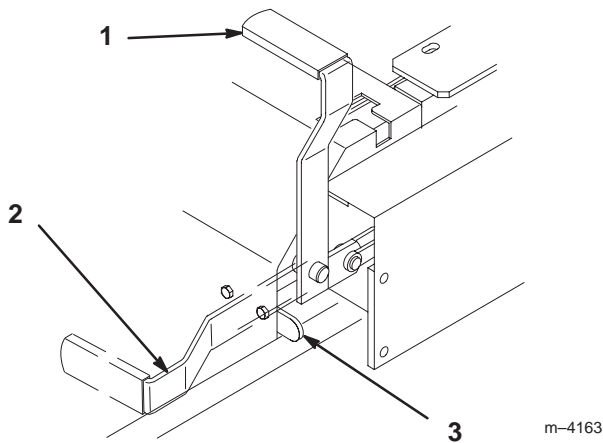

Figure 9
2. Tirez le frein de stationnement en arrière et vers le haut pour le serrer (Fig. 9). Une fois serré, le frein de stationnement ne doit plus bouger.
1. Poussez le levier du frein de stationnement vers l'avant et vers le bas (Fig. 9) afin de le desserrer. Le frein de stationnement est **desserré** et le levier est en appui contre la butée du frein.